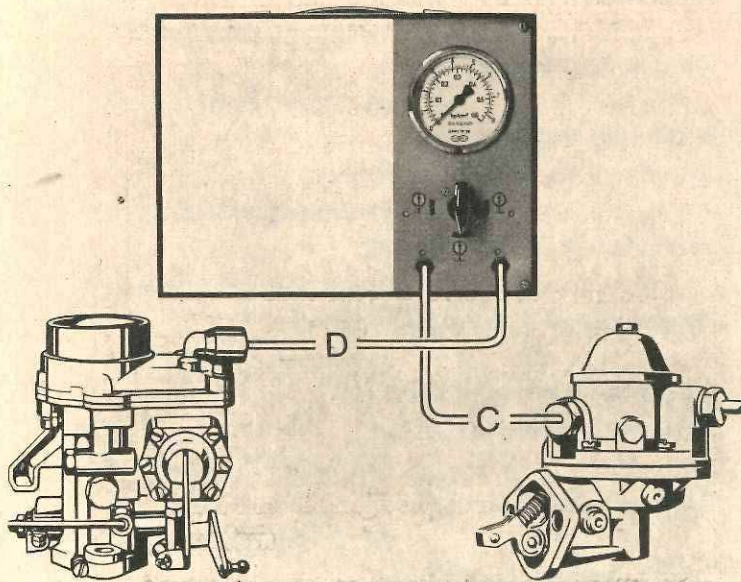

Bild 44 Schaltung des Bosch-Druck-Unterdruck-Testers zum Messen des Druckes einer Kraftstoffpumpe
**Kraftstoffpumpen-Druck** wird mit einem Druckmanometer gemessen. Zur Dichtheitsprüfung der Druckseite ist ein Umschalhahn erforderlich, der es ermöglicht, einzelne unter Druck stehende Leitungsteile zu trennen, ohne daß dabei das Manometer aus diesem Teil geschaltet wird (Bild 44).